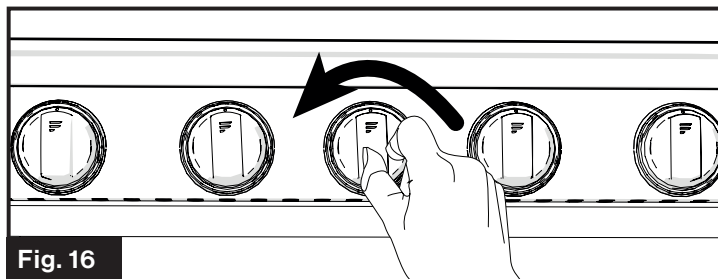

Fig. 16
1. Tournez le bouton de commande du brûleur approprié dans le sens inverse des aiguilles d'une montre jusqu'à la position. (Fig. 16)